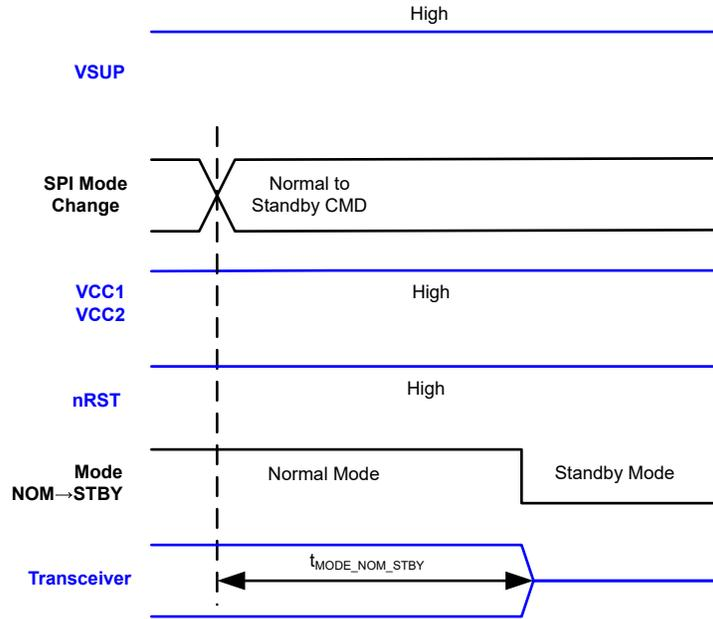

图 7-16. 正常到待机时序
- B. 蓝色信号是 TCAN245x-Q1 的输入或输出，黑色信号是 TCAN245x-Q1 的内部信号。这适用于时序图图 7-13、图 7-14、图 7-15 和图 7-16。